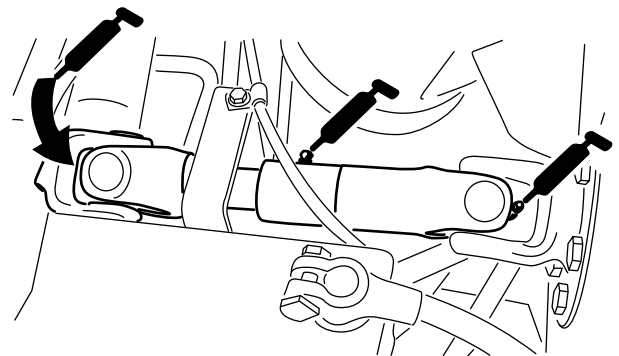

Bild 64
- U-Gelenk der Pumpenantriebswelle (3)—Bild 64